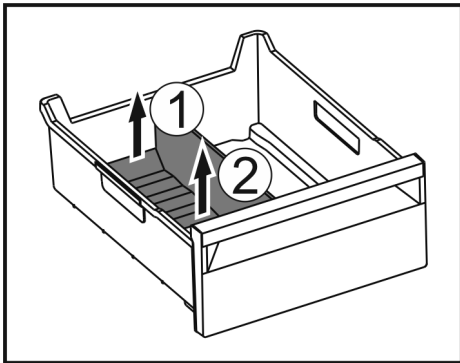

Fig. 70
- Achterste deel van de ijsvak-scheider optillen. Fig. 70 (1)
- Ijsvak-scheider er naar boven toe uitnemen. Fig. 70 (2)